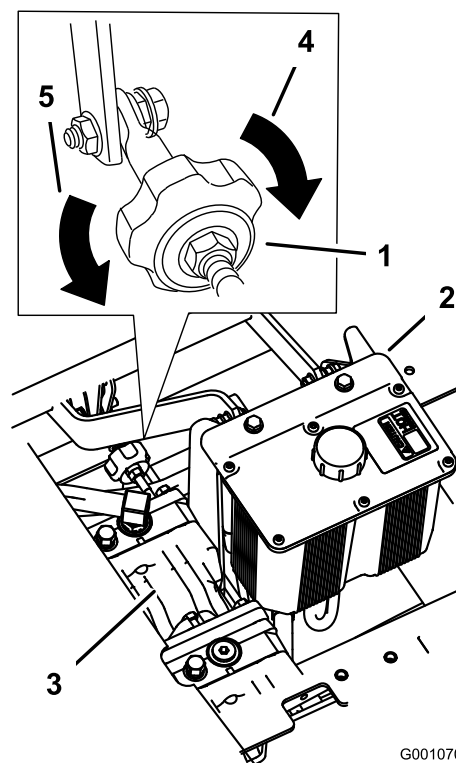

Figura 60
4. Per spostare la macchina a destra, girate la manopola verso il lato destro della macchina; Vedere Figura 60.
5. Per spostare la macchina a sinistra, girate la manopola verso il lato sinistro della macchina. Vedere Figura 60.